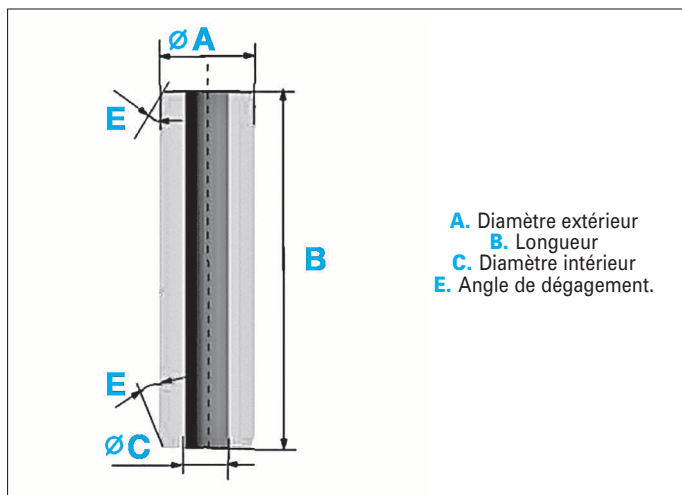

FIG. 3
Diamètre extérieur (A) (mm) (Fig.3) : cote origine : 10,535 mm.